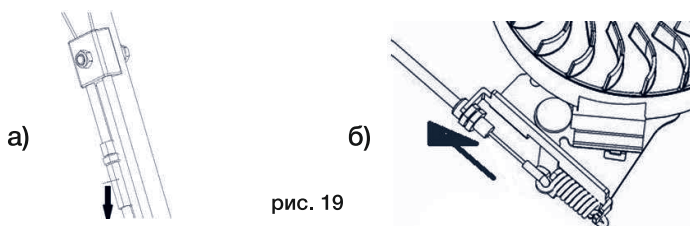

рис. 19
- При ослаблении преднатяжения рычага привода колес, необходимо натянуть соответствующий трос, покрутив гайку - см. рис. 19 (а).
- При ослаблении преднатяжения рычага остановки двигателя, необходимо натянуть соответствующий трос, покрутив гайку - см. рис. 19 (б).